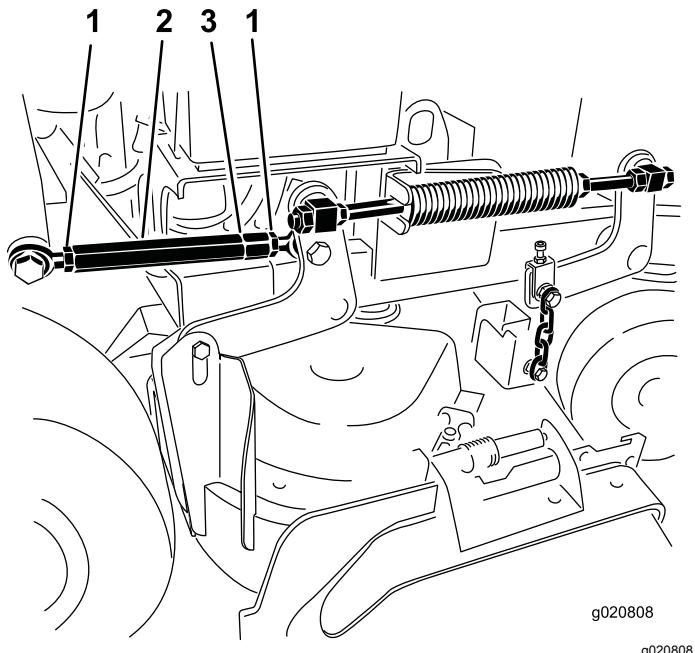

Figura 86
4. Afloje las contratueras en ambos extremos del tensor (Figura 86).
- Nota:** El extremo del tensor con la muesca tiene roscas a izquierdas (Figura 86).